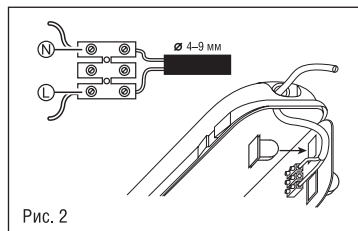

Рис. 2
- Ввести сетевые провода в корпус через гермоввод, зафиксировать его и подключить к винтовой клеммной колодке на панели, в соответствии с указанной полярностью клеммы L, N (Рис. 2).